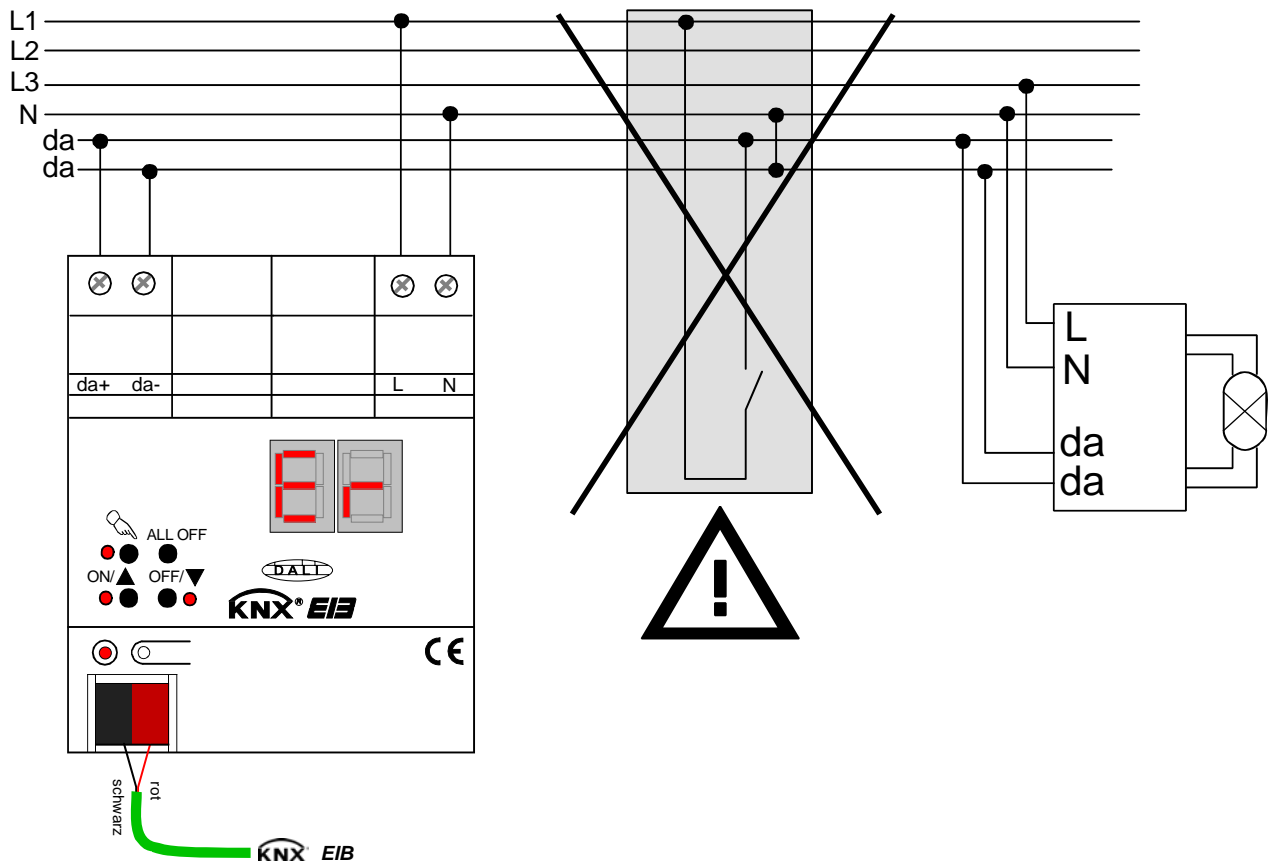

Bild 2: Andere Bedieneinrichtungen im DALI-System entfernen
- Alle entsprechenden Bedieneinrichtungen gemäß Bild 2 entfernen oder sicherstellen, dass keine weiteren Bedienstellen existieren.